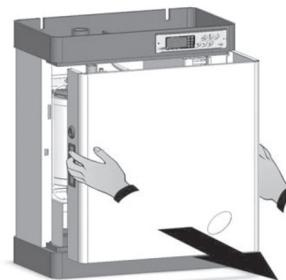

рис. 7
4. Выньте переднюю панель, взявшись за две боковые ручки слегка потянув на себя (рис. 7).